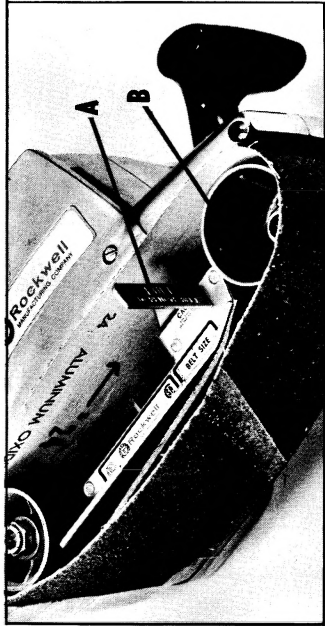

Fig. 1
2. Couchez la ponceuse sur son côté gauche (fig. 1).
3. Tirez le levier (A) vers l'avant de la machine, comme illustré. Ceci libérera le tendeur (B) et relâchera la tension sur la bande abrasive.
6. Engagez la poulie avant en poussant le levier (A) vers l'arrière, dans sa position originale.